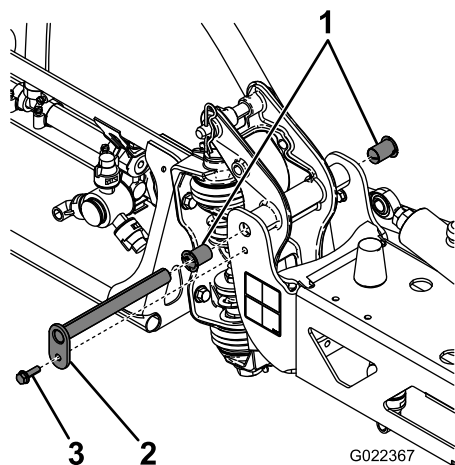

Figure 95
- Lorsque le poids de la rampe est supporté, retirez le boulon et l'écrou de fixation de l'axe de pivot à l'ensemble rampe (Figure 95).
- Déposez et examinez les bagues en nylon à l'avant et à l'arrière du support de pivot (Figure 95).
- Montez l'ensemble rampe et support de pivot dans le bâti central en alignant les ouvertures (Figure 95).